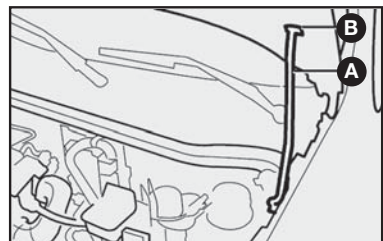

fig. 63
- 3) levantar o capô segurando-o pela parte central e, simultaneamente, soltar a vareta de suporte **A**-fig. 63 do seu dispositivo de travamento;
- 4) introduzir a extremidade da vareta na abertura **B**-fig. 63 do capô do motor.
- 1) manter levantado o capô com uma mão e, com a outra, tirar a vareta **A**-fig. 63 da abertura **B** e repô-la no seu dispositivo de bloqueio;